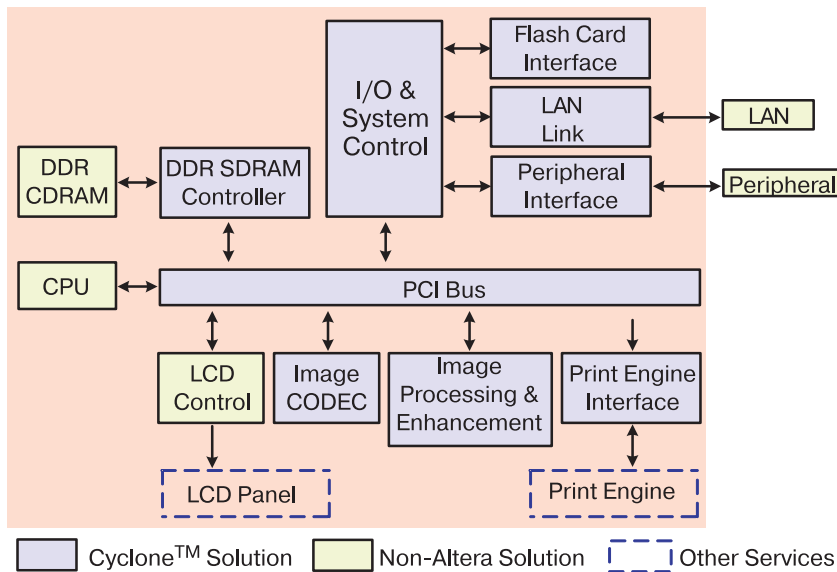

Рис. 2. Функциональная схема управления принтера, реализованная на основе ПЛИС
В [2] приведены данные о ценовых преимуществах ПЛИС FPGA типа Cyclone перед ПЛИС FPGA с меньшей степенью интеграции. 1000 логических элементов (LE) в составе ПЛИС FPGA FLEX6000, содержащей 1960 LE, стоят – \$ 6, соответственно для ПЛИС FPGA ACEX, содержащей 4992 LE, – \$ 4, зато для ПЛИС FPGA Cyclone, содержащей 20 060 LE, – \$ 1.5. Пример внедрения ПЛИС FPGA типа Cyclone в устройства лазерных принтеров с цветовой печатью приведен на рис. 2, где выделены наименования девяти узлов схемы управления принтера, реализованных на базе этих ПЛИС.